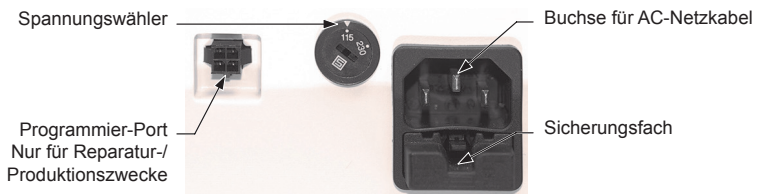

Abb. 2 - Rückseite des Geräts
1. Packen Sie die Steuereinheit aus und überprüfen Sie, ob der Spannungswähler auf die richtige Spannung eingestellt ist. Wählen Sie die Position 115 V für Spannungen von 110-120 V/60 Hz und die Position 230 V für Spannungen von 220-250 V/50 Hz. Ziehen Sie stets den Netzstecker, bevor Sie Sicherungen austauschen oder den Spannungswähler einstellen. Zum Ändern der Spannung stellen Sie den Spannungswähler an der Rückseite der Steuereinheit mithilfe eines Flachkopfschraubendrehers auf die richtige Spannungseinstellung. Tauschen Sie zum Ändern der Spannung die Sicherung entsprechend der Spannung aus (Siehe „TECHNISCHE DATEN“, Seite 36). Ersetzen Sie sie durch eine träge 0,3 A, 230/250 V Sicherung (0,6 A bei 115 V). Drücken Sie zum Auswechseln der Sicherung auf die schwarze Kunststoffklammer der Sicherung, ziehen Sie die Sicherung heraus und ersetzen Sie sie durch die richtige Sicherung. Siehe Abb. 2.